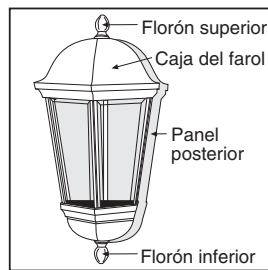

Figura 10
- h. Para faroles adosados, destornille los florones superior e inferior de la caja del farol. Levante la caja del panel posterior e instale la bombilla. Afiance nuevamente la caja instalando los florones superior e inferior en el farol (ver la Figura 10).